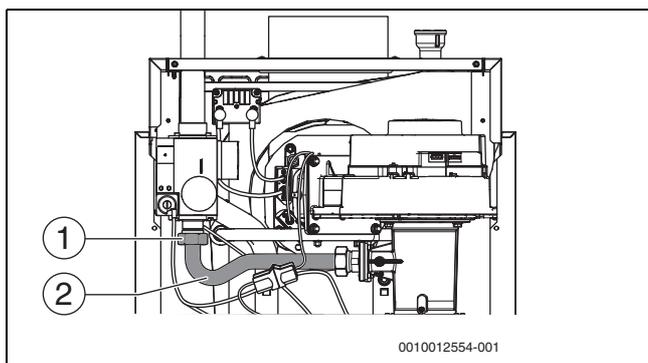

Fig. 44 Erou-raccord avec tuyau de gaz
- ▶ Desserrer l'écrou-raccord (→ Fig. 44, [1]) du tuyau de gaz (→ Fig. 44, [2]).